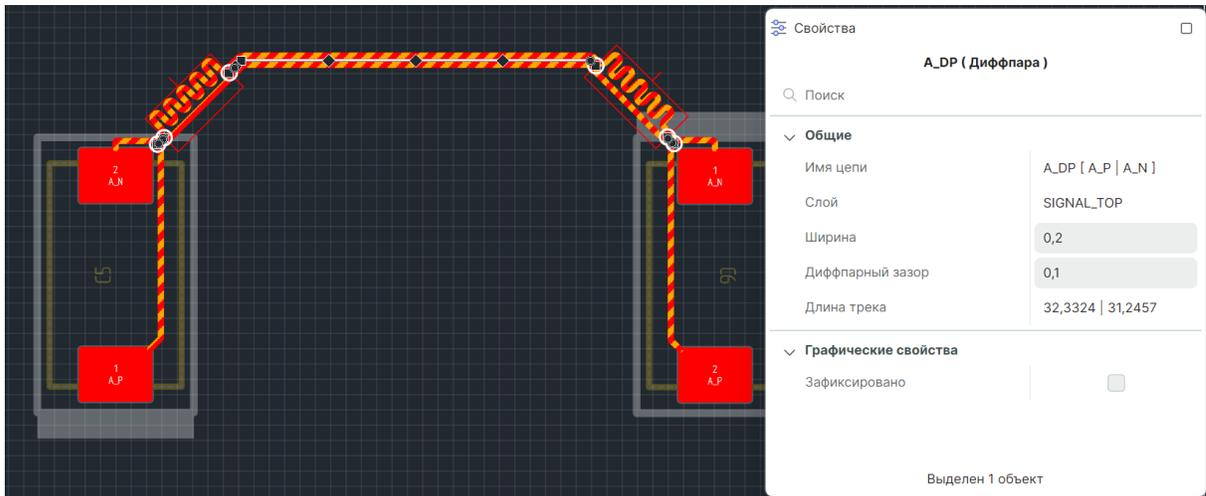

Рис. 351 Результат автоматического выравнивания дифференциальной пары
3. В результате автоматического выравнивания фаз дифференциальной пары будет размещен меандр(ы) на треке меньшей длины, см. Рис. 351.